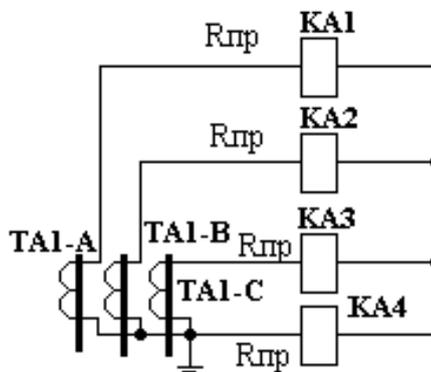

Рис. 5
2. Определить расчётную величину сопротивления внешней нагрузки трансформаторов тока при протекании тока трёхфазного КЗ. Схема соединения трансформаторов тока и реле приведена на рис. 5. Сопротивление провода от трансформаторов тока до релейной панели $R_{пр} = 0,5 \text{ Ом}$. Сопротивление всех контактов $R_{конт} = 0,1 \text{ Ом}$. Реле КА1, КА2, КА3 типа РТ-40/50 – уставка на реле $I_{ср} = 30 \text{ А}$; реле КА4 – тип РТ-40/20, уставка на реле $I_{ср} = 8 \text{ А}$.